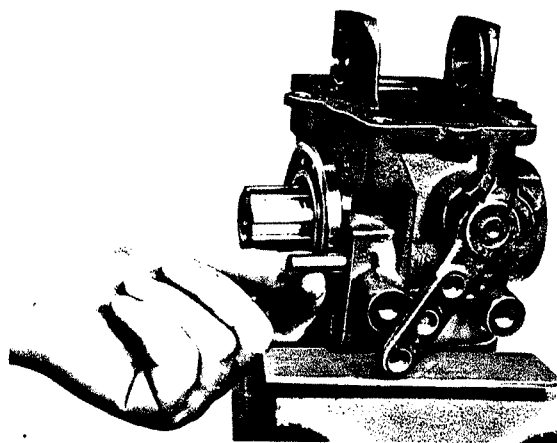

Fig. 64
2.6 Poser la rondelle de compensation choisie (23) dans l'alésage du boîtier. Introduire l'axe (39) dans le boîtier, l'épaule étant orienté vers l'extérieur (fig. 64). Enfoncer dans le couvercle la bague d'étanchéité (26), la lèvre d'étanchéité étant orientée vers l'intérieur du boîtier. Poser le joint (24) et visser le couvercle (25) sur le boîtier à l'aide des vis à tête hexagonale (33) en intercalant les rondelles élastiques (32) et bloquer. Veiller alors à ce que les alésages du boîtier et du couvercle, prévus pour le passage de l'huile, soient bien l'un au-dessus de l'autre. Le couple de serrage des vis à tête hexagonale (33) est de 70 N.m (7.0 kg.m).